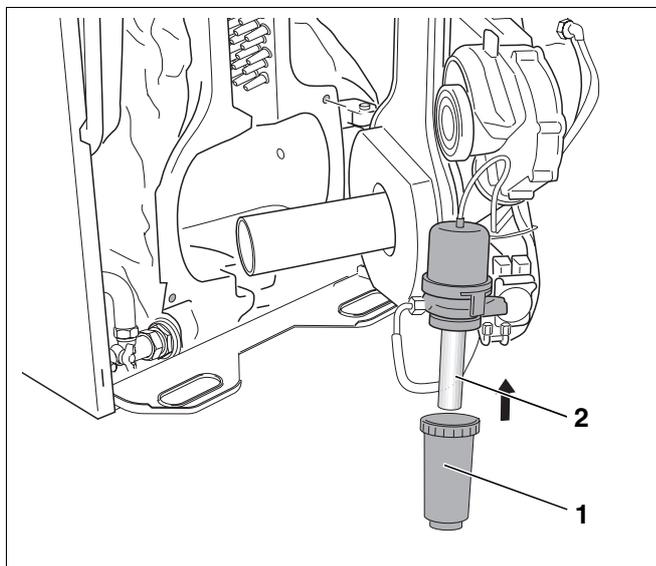

Fig. 68 Sostituire la cartuccia del filtro del gasolio
- Svitare l'alloggiamento del filtro (fig. 68, **pos. 1**) (arrestare le fuoriuscite di gasolio dall'alloggiamento del filtro).
- Sostituire la cartuccia del filtro del gasolio (fig. 68, **pos. 2**)
- Avvitare l'alloggiamento del filtro (fig. 68, **pos. 1**).